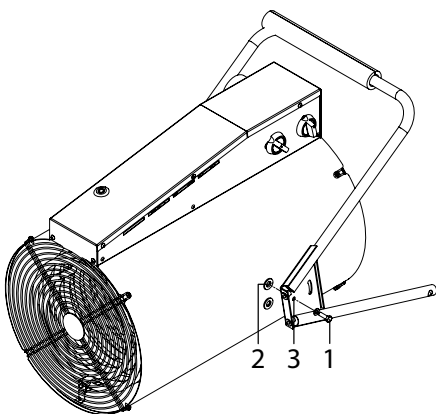

Рис. 2
Совместить отверстие в опоре (3) с верхней резьбовой гайкой (2) на корпусе и наживить болт М6х20 с шайбой (2 шт.) (1) с обеих сторон тепловентилятора (Рис. 2)
Электронагревательные элементы, после срабатывания устройства аварийного отключения, автоматически не включаются. Для возврата устройства аварийного отключения в рабочее положение необходимо нажать на кнопку сброса аварийного термостата (Рис. 2)